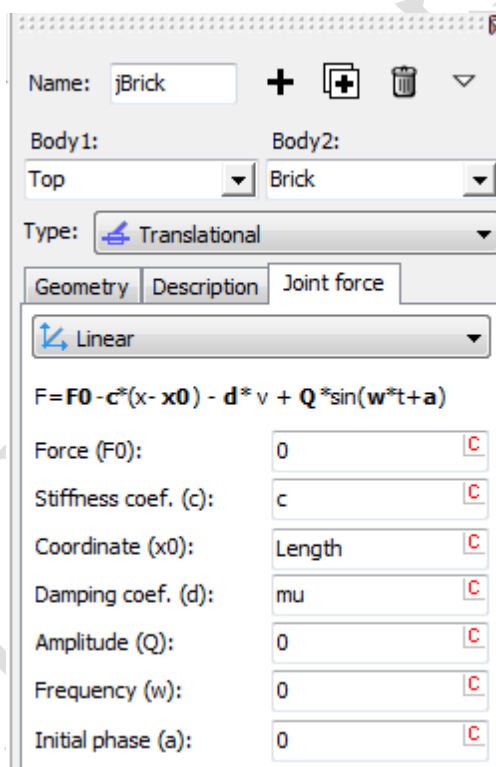

图 2.12 定义弹簧和阻尼力元参数
4. 分别在 **Stiffness coef. (c)**一栏输入符号 **c**，**Coordinate (x0)**一栏输入符号 **Length**，**Damping coef. (d)**一栏输入符号 **mu**，并回车，如图 2.12 所示。。参数分别赋予初值：**c = 250**，**Length = 0.4**，**mu = 5**。